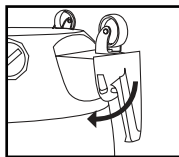

FIGURA 9
9. Presione la parte delantera del sujetador de la manguera para que encaje en su lugar. **FIGURA 9**.